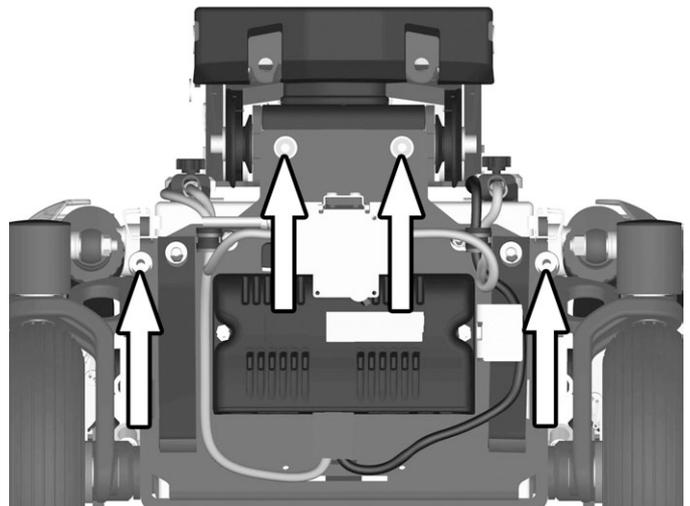

Abbildung 24. Das Batteriefach ist mit vier Schrauben befestigt.
- Die vier Befestigungsschrauben der Armlehne abnehmen, siehe Abbildung. 24.
5. Die vier Befestigungsschrauben des Batteriefachs abnehmen, siehe Abbildung. 24.